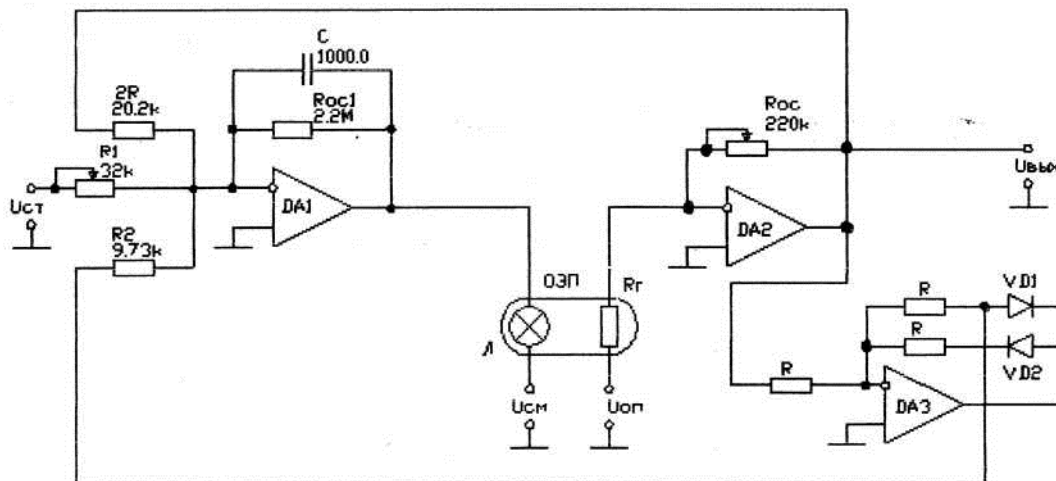

Рисунок 1 – Принципиальная схема стабилизатора переменного напряжения
Стабилизатор переменного напряжения (рис.1) предназначен для формирования переменного напряжения  $U_{\text{вых}}$  стабильной амплитуды и используется в устройствах питания датчиков информационных преобразователей [1, с.200-202].
Здесь необходимо отметить, что запись коэффициента передачи  $K_2$  со стороны ИВ сделана без учёта сопротивления  $2R$  (см. рис.1), поскольку среднее значение сигнала по  $R_2$  равно нулю.
3.1. Собрать схему стабилизатора (рис.1). Установить наибольшее значение  $K_{\text{фупт}}$  ( $R_{\text{ос1}} = 2,2\text{М}$ ). Установить  $R_1 = 32\text{КОм}$ .